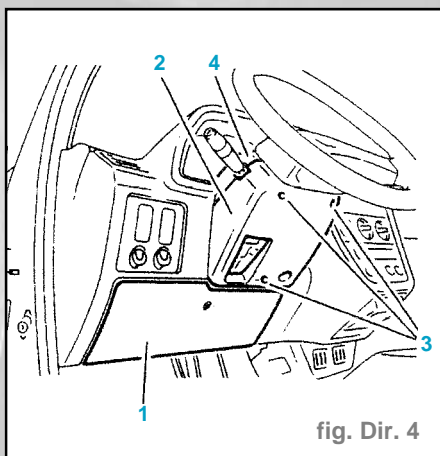

fig. Dir. 4
- Déposer : (fig. Dir. 4)
- le cache-boîte fusible (1),
- la gaine inférieure de colonne (2) fixée par les vis (3).